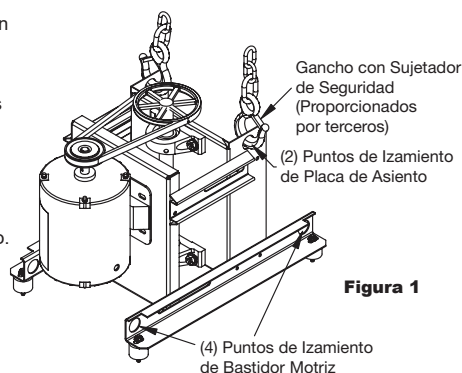
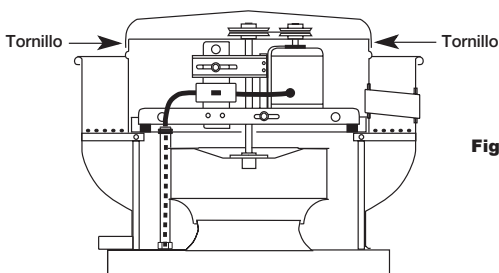

Figura 1
Figura 2
Quando levante la unidad de transmisión por correa hacia el techo, use los cuatro puntos de izamiento del bastidor motriz o los dos puntos de izamiento de la placa de asiento si se encuentran presentes, consulte la Figura 1 para conocer los puntos de izamiento. Para acceder al bastidor motriz, retire los tornillos como se muestra en la Figura 2. Entonces, se puede retirar la cubierta y colocarla sobre una superficie plana en un área protegida de vientos fuertes.
3. Retire la cubierta del motor. Para acceder al compartimiento del motor, retire los tornillos como se muestra en la Figura 2 de la página 10.
4. En el caso de los ventiladores de transmisión por correa, use el bastidor motriz o la placa de asiento para levantar y colocar la unidad sobre la base para techo. Consulte la Figura 1 en la página 10.